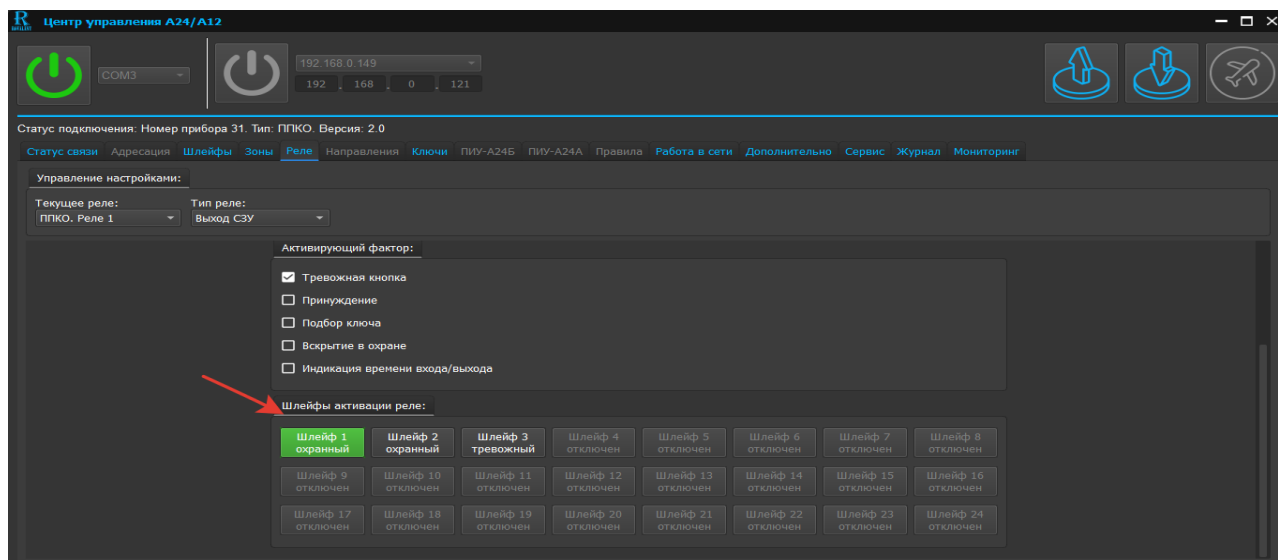

Рис. 49. Скриншот окна редактирования вкладки «Шлейфы активации реле»
6.3.3.3 Редактирование параметров реле типа «Выход СЗУ» во вкладке «Шлейфы активации реле» (см. рисунок 49)